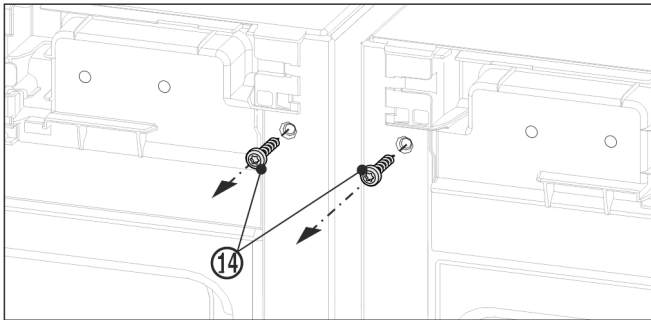

Fig. 11
- ▶ Përpara montimit të profilin të sipërm, lironi dhe hiqni të dyja vidat e tokëzimit Fig. 11 (14).